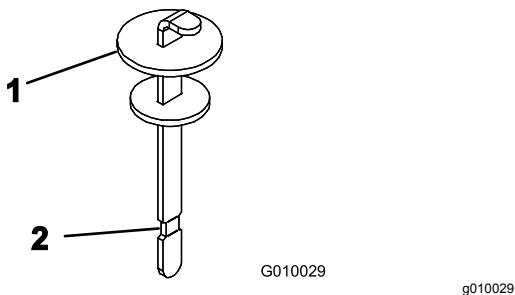

Figura 20
4. Togliete l'asta di livello dal collo del bocchettone e pulitela strofinando con un panno pulito. Inserite l'asta di livello nel collo del bocchettone, quindi estraetela e controllate il livello del fluido. Il livello del fluido deve essere pari alla tacca sull'asta di livello (Figura 20).